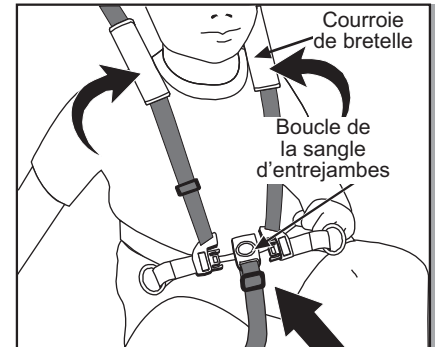

Fig. 16 Attacher les sangles et la boucle.
- b. Installer l'enfant dans le siège. Faire passer une sangle par-dessus chaque épaule. Faire passer la sangle entre les jambes (Fig. 16).